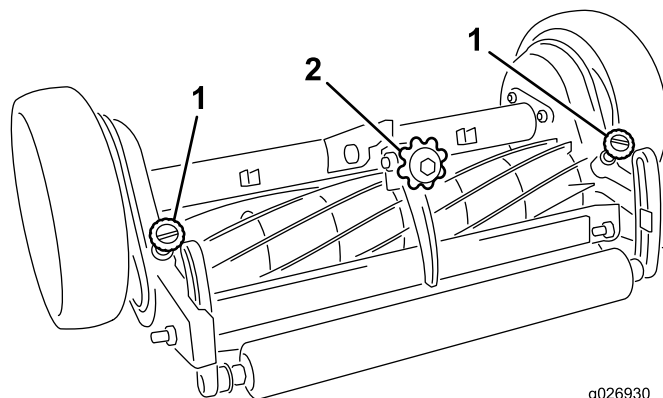

Figure 8
2. Désengagez les boutons de dégagement du cylindre (Figure 8). Faites tourner le cylindre en arrière avec précaution pour garantir la liberté de mouvement
3. Tout en faisant tourner le cylindre en arrière, tournez le bouton de réglage de la contre-lame dans le sens antihoraire (Figure 8) jusqu'à ce que la contre-lame ne touche pas les lames du cylindre.
4. Tout en faisant tourner le cylindre en arrière, tournez le bouton dans le sens horaire (Figure 8), un cran à la fois, jusqu'à ce que vous sentiez un léger contact de la contre-lame et le cylindre ou que vous entendiez un léger ronronnement de coupe.
6. Au début de la journée de tonte, quand les cylindres sont encore froids, engagez les boutons de dégagement du cylindre (Figure 8). Faites fonctionner les plateaux de coupe pendant 15 à 20 minutes pour permettre à la contre-lame et au cylindre d'atteindre la température normale de fonctionnement, puis arrêtez la tondeuse. Désengagez ensuite les boutons de dégagement et faites tourner le cylindre en arrière. Vous devriez entendre un léger ronronnement, pas un déclic ; cela confirme que le réglage est correct. Si vous n'entendez pas de ronronnement, la contre-lame et le cylindre doivent être à nouveau réglés ; voir les opérations 3 à 5. En revanche, lorsque les cylindres sont chauds parce qu'ils viennent de fonctionner, utilisez seulement les opérations 1 à 5 pour maintenir un léger contact entre la contre-lame et le cylindre.